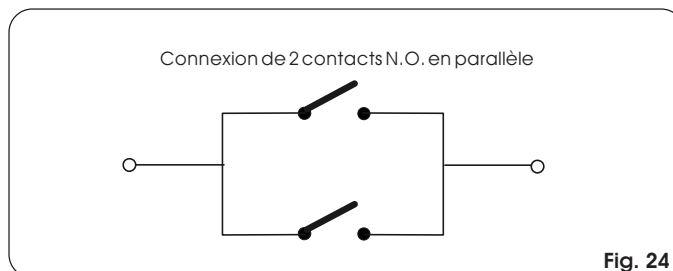

Fig. 24
N.B.: si deux dispositifs avec un contact N.O. ont la même fonction, les connecter en parallèle entre eux (Fig. 24).